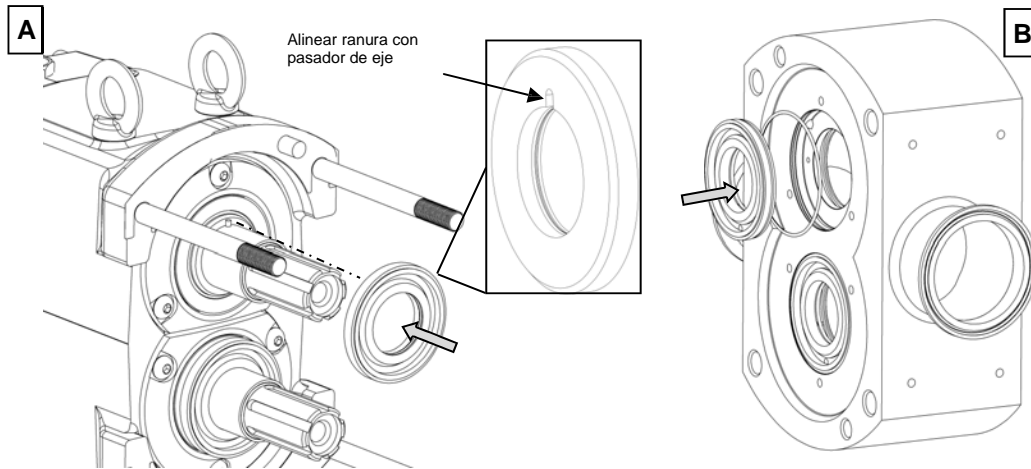

Figura 36: Ensamblaje de sello mecánico doble
Ensamblaje: Limpie ambos extremos del eje y el cuerpo antes de ensamblar. Lubrique la junta tórica del sello giratorio e instálela en el sello giratorio. Deslice el sello giratorio sobre el eje como se ve en la Figura 36 (A) asegurándose de alinear la ranura del sello giratorio con el pasador del eje. Instale la junta tórica de la base del sello en la parte posterior del cuerpo y aplique una ligera película de lubricante. Empuje la base del sello mecánico doble en el cuerpo asegurándose de alinear los agujeros de la base con los pasadores del cuerpo (Figura 36, B).